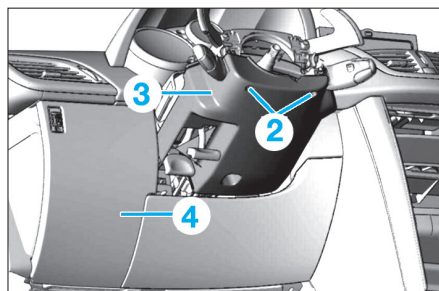

Fig. 4
- les vis de fixation de la gaine inférieure (2).
- la gaine inférieure (3)
- le volet d'accès (4) du boîtier fusibles (Fig.4).